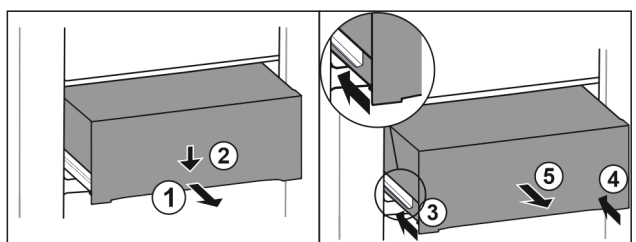

Fig. 106
- ▶ Vytiahnite zásuvku do polovice. Fig. 106 (1)
- ▶ Zatlačte zásuvku na prednej strane smerom nadol. Fig. 106 (2)
- ▶ Zasuňte ľavú koľajničku o cca 2 cm. Fig. 106 (3)
- ▶ Zasuňte pravú koľajničku o cca 2 cm. Fig. 106 (4)
- ▶ Odoberte zásuvku dopredu. Fig. 106 (5)